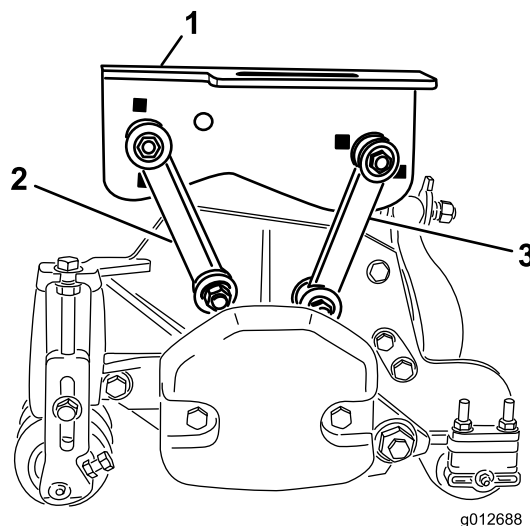

Figura 17
- Sujete los acoplamientos de montaje delanteros a los taladros centrales de los bastidores de tiro con un perno (3/8 x 2-1/4 pulgadas), 2 arandelas planas y una contratuerca, según se muestra en Figura 17. Coloque una arandela en cada lado del acoplamiento al montarlo. Apriete las fijaciones a 42 N-m.
- Sujete los acoplamientos de montaje traseros a los taladros centrales de los bastidores de tiro con un perno (3/8 x 2-1/4 pulgadas), 2 arandelas planas y una contratuerca, según se muestra en Figura 17. Coloque una arandela en cada lado del acoplamiento al montarlo. Apriete las fijaciones a 42 N-m.